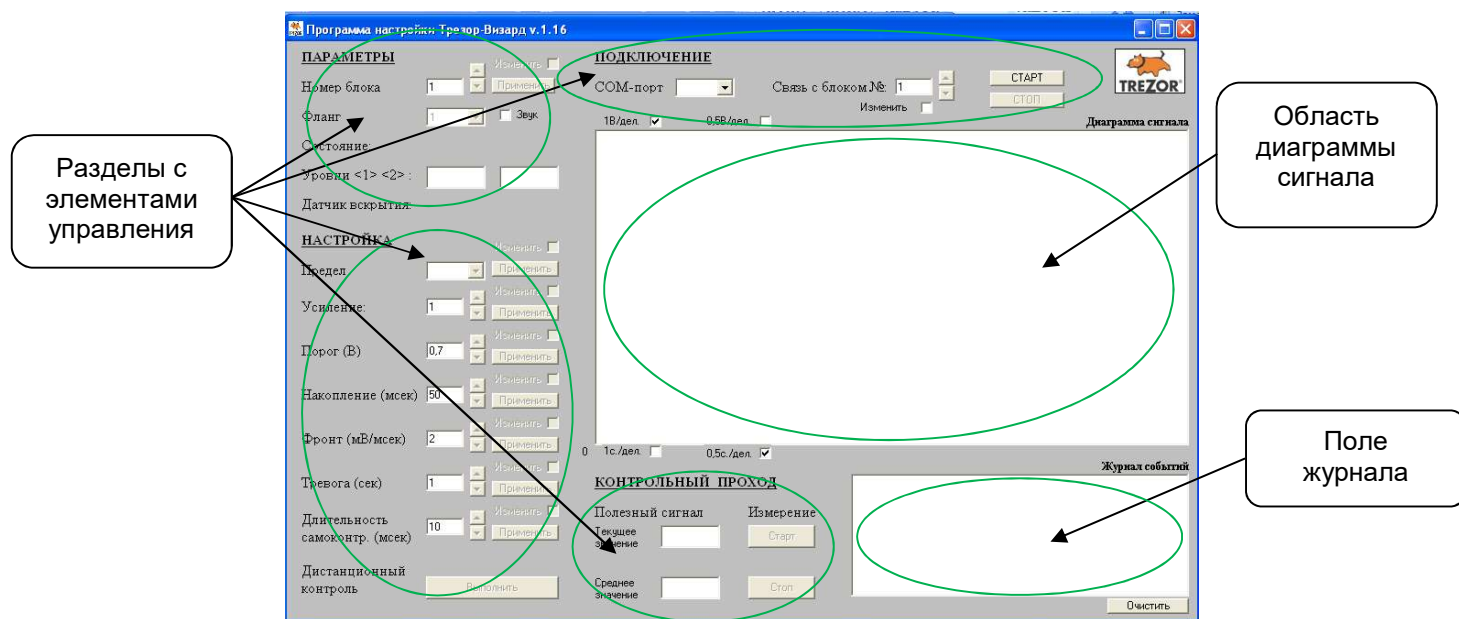

Рисунок 1
3.1. При запуске программы настройки на экране ПК отображается рабочая панель, где расположены область диаграммы сигнала, разделы с элементами управления и поле журнала событий (рис. 1).